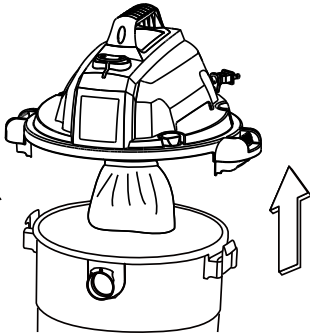

Fig. 10
**Fig 10.** Coloque el cabezal motriz boca abajo sobre una superficie limpia y suave. Limpie toda la suciedad o sedimentos de la manguera y tanque recolector. Reinstale el cabezal motriz en el tanque recolector y cierre los seguros.